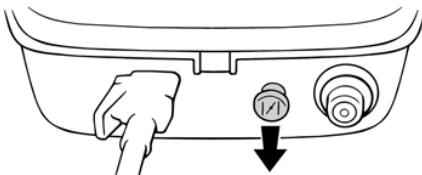

Рис. 15 Рычаг управления воздушной заслонкой
- Если двигатель лодочного мотора холодный, при запуске вытяните рычаг управления воздушной заслонкой (закрытое положение) (Рис. 15). Полностью задвиньте рычаг, когда двигатель лодочного мотора прогреется.